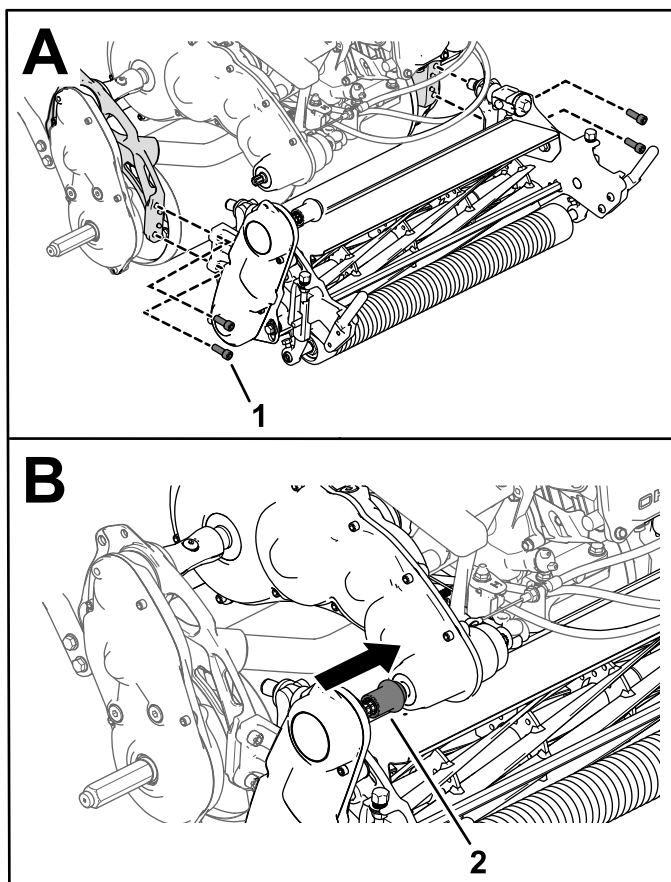

Рисунок 47
3. Используйте 4 винта с внутренними шестигранниками для крепления режущего блока к раме (Рисунок 47).
4. Надвиньте муфту привода режущего блока на ведущий вал трансмиссии (Рисунок 47).